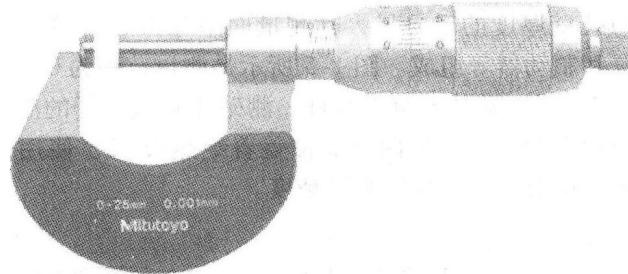

图 1-3 外径千分尺
1) 千分尺的种类与结构。千分尺是常用的精密量具之一，按用途不同可分为外径千分尺(图 1-3)、内径千分尺、深度千分尺、螺纹千分尺、尖头千分尺和公法线千分尺等，如图 1-4 所示。千分尺的分度值为 0.01mm，其规格按测量范围的不同有 0~25mm、25~50mm、50~75mm、75~100mm、100~125mm 等，使用时根据被测工件的尺寸进行选用。